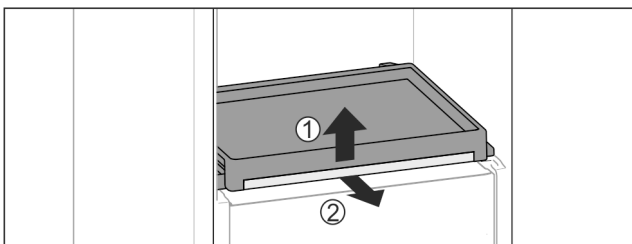

Fig. 95
- ▶ Auszugsbord mit Glasplatte entnehmen: Glasplatte vorne leicht anheben Fig. 95 (1) und nach vorne herausziehen Fig. 95 (2).